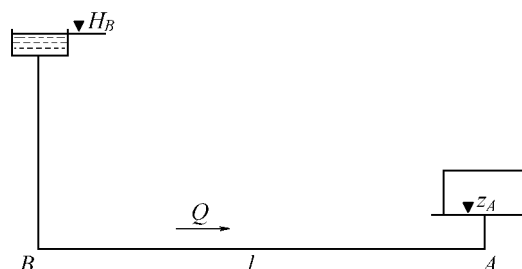

Рис. 2
3. Определить диаметр трубопровода для подачи 15 л/с воды от водонапорной башни В до предприятия А (рис. 2) при длине трубопровода  $l = 1000$  м, отметке уровня воды в башне  $H_B = 32$  м, геодезической отметке в конце трубопровода  $z_A = 2$  м и свободном напоре  $H_{св} \geq 12$  м, если трубы:
Перепад уровней в пьезометрах до сужения ( $D_1 = 0,1 \text{ м}$ ) и в узкой горловине ( $D_2 = 0,05 \text{ м}$ ) в трубе круглого сечения, в которой установлен водомер Вентури, составляет  $0,4 \text{ м}$ . Ускорение свободного падения принять равным  $10 \text{ м/с}^2$ ,  $\pi = 3,14$ . При входе в узкую горловину водомера, приведенного на рис. 2,
Перепад уровней в пьезометрах до сужения ( $D_1 = 0,1 \text{ м}$ ) и в узкой горловине ( $D_2 = 0,05 \text{ м}$ ) в трубе круглого сечения, в которой установлен водомер Вентури, составляет  $0,4 \text{ м}$ . Ускорение свободного падения принять равным  $10 \text{ м/с}^2$ ,  $\pi = 3,14$ . На рис. 2 постепенное расширение называется...